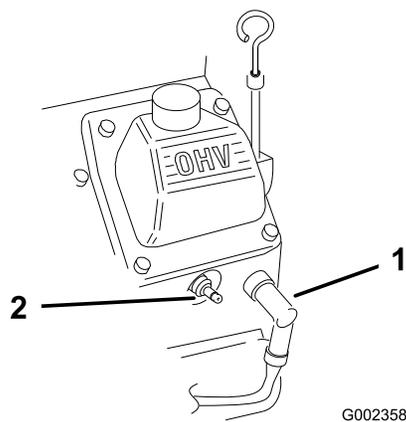

Figure 23
2. Débranchez les bougies (Figure 23).